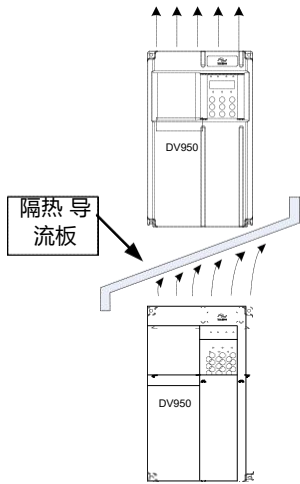

图 3-2 隔热导流板安装示意图上下安装图
- 2) 请向上垂直安装变频器，便于热量向上散发。若柜内有多台变频器时，请并排安装。在需上下安装场合，请参考图 3-2，安装隔热导流板。